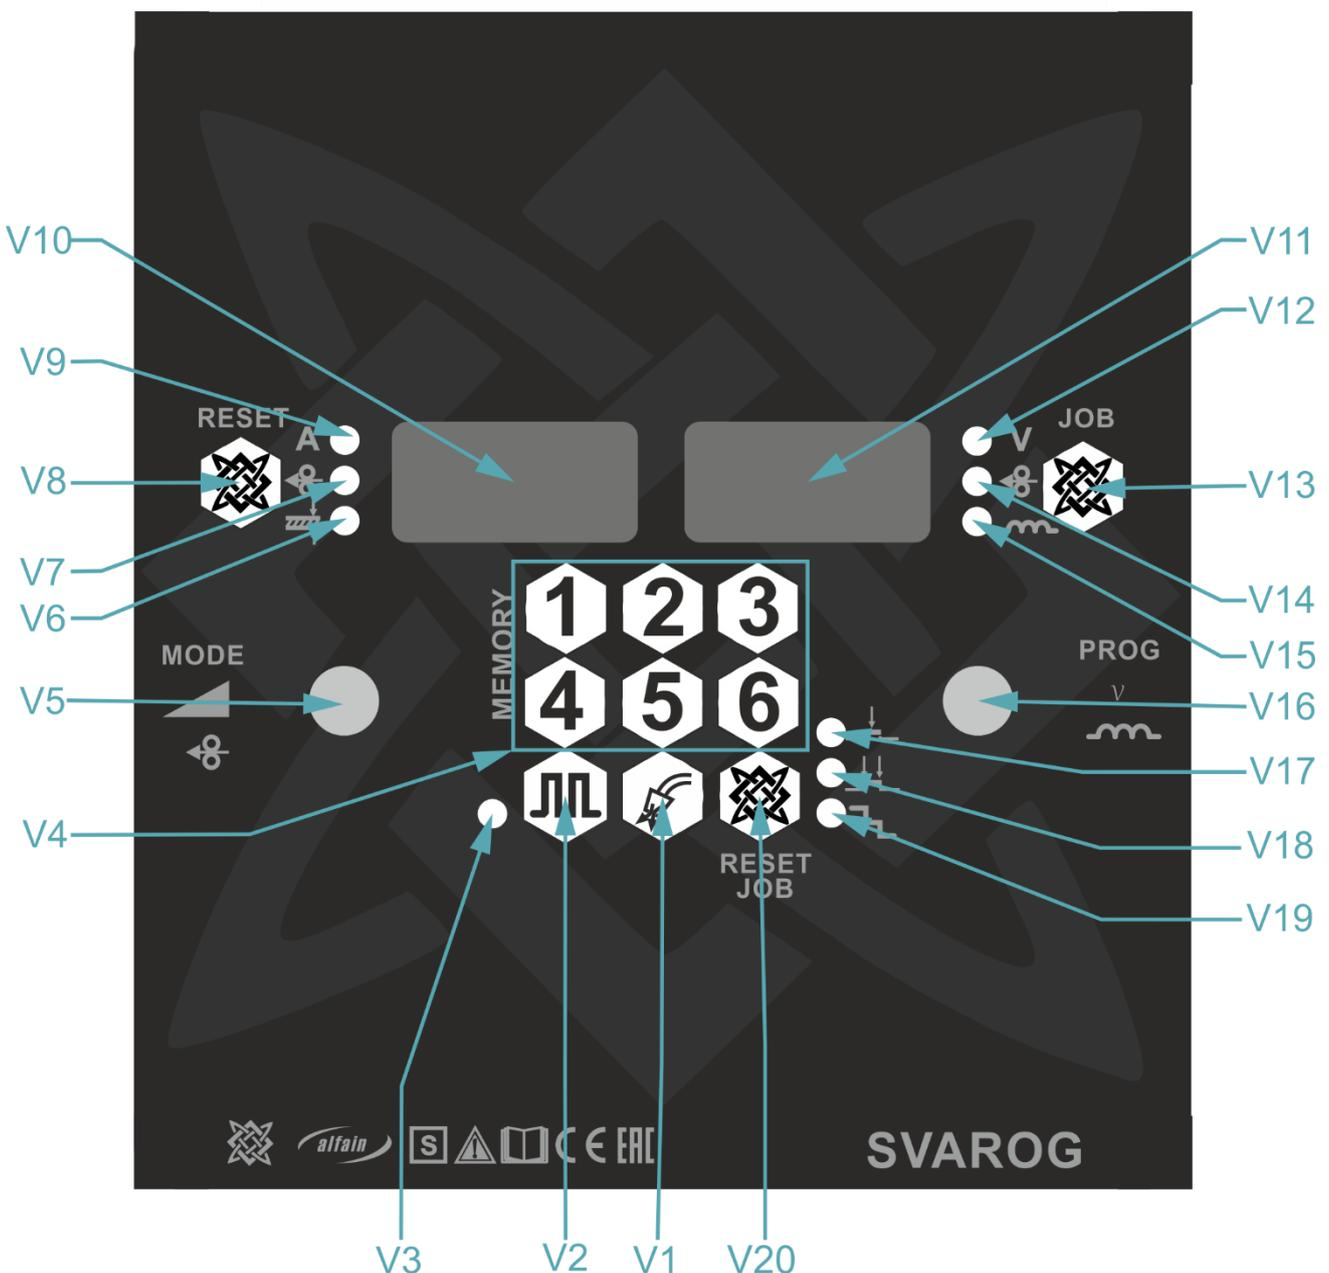

Abbildung 7 - Bedienfeld
2. Drücken Sie die Taste **V1** (Abb. 7) auf der Haupttafel, um das Gasventil einzuschalten. Wird die Taste kürzer als 3 s gedrückt, schaltet sich das Gasventil aus, wenn die Taste losgelassen wird. Wird die Taste länger als 3 s gedrückt, schaltet sich das Gasventil nach ca. 20 s oder nach Betätigung einer beliebigen Taste aus.